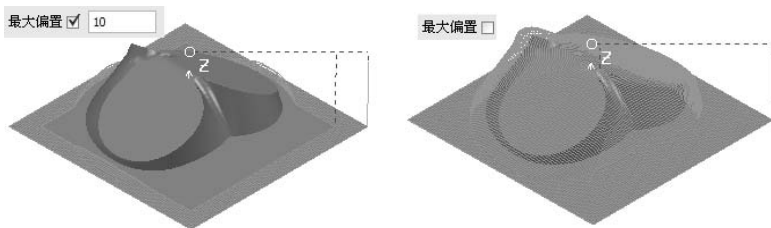

图 6-61 最大偏置
(2) 最大偏置 用于设置对零件轮廓进行偏置的次数, 也就是由零件轮廓由外向内生成刀路数量, 如图 6-61 所示。
(3) 参考线 当选择一条参考线后, 系统按照参考线的走势计算三维偏置刀